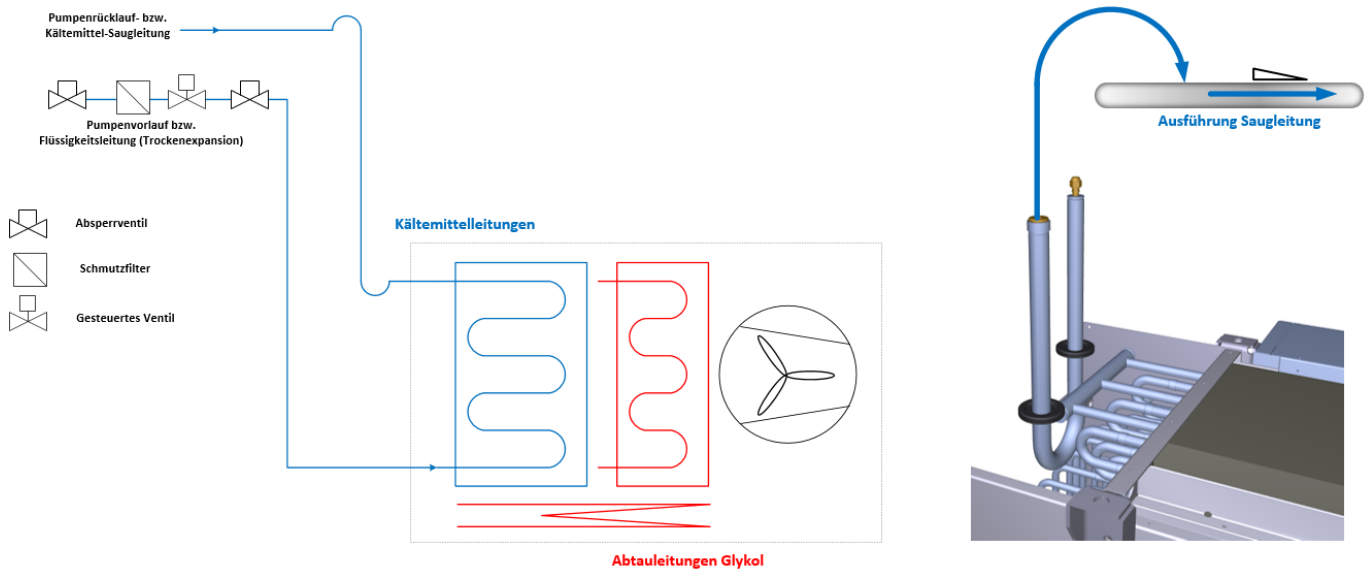

Abbildung 7: Armaturen und Ausführung Vor- und Rücklauf Kältemittel
- Kältemittel-Ventile müssen während des Abtauvorganges dichtend schließen → Filter vor jedem Magnetventil **notwendig** (Abbildung 7); Vorsicht vor eingeschlossener Flüssigkeit bei Absperrung der Ventile!